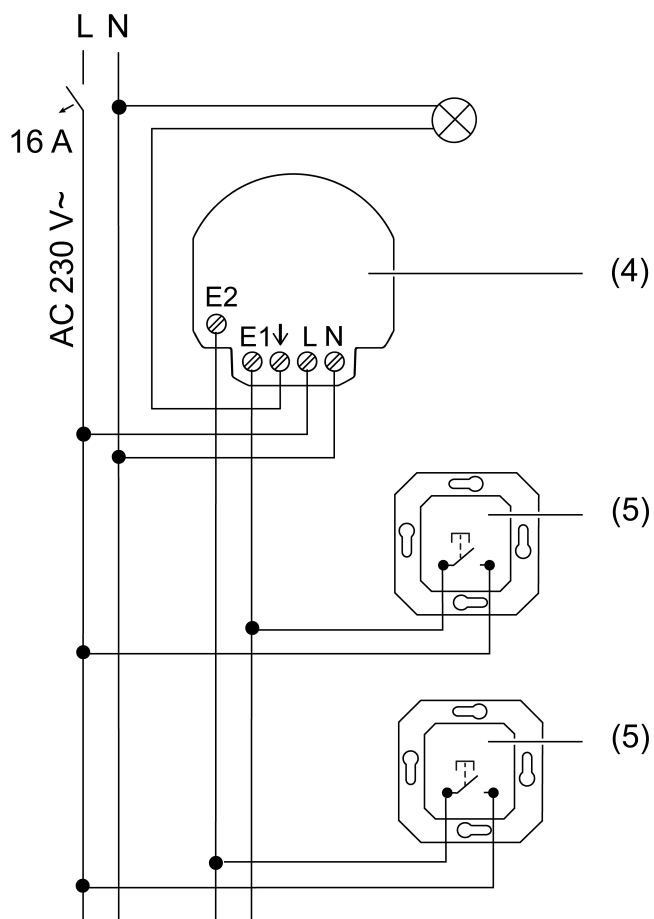
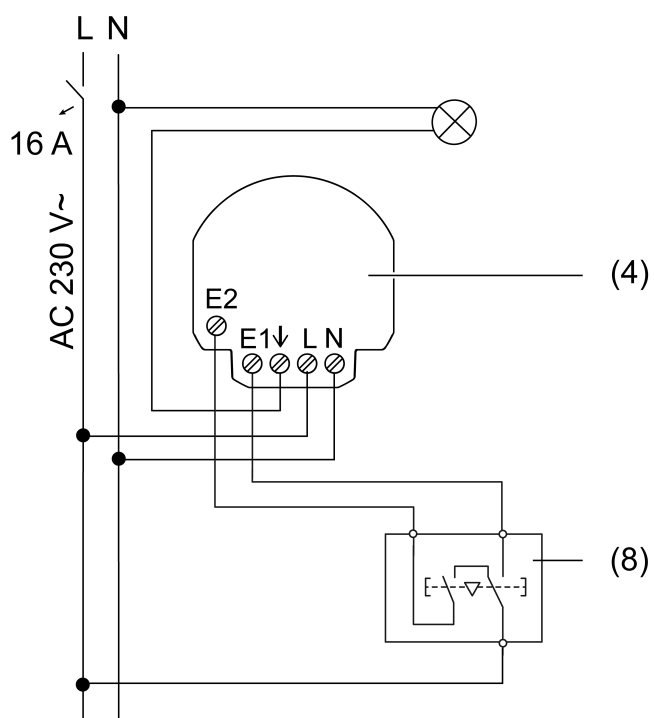
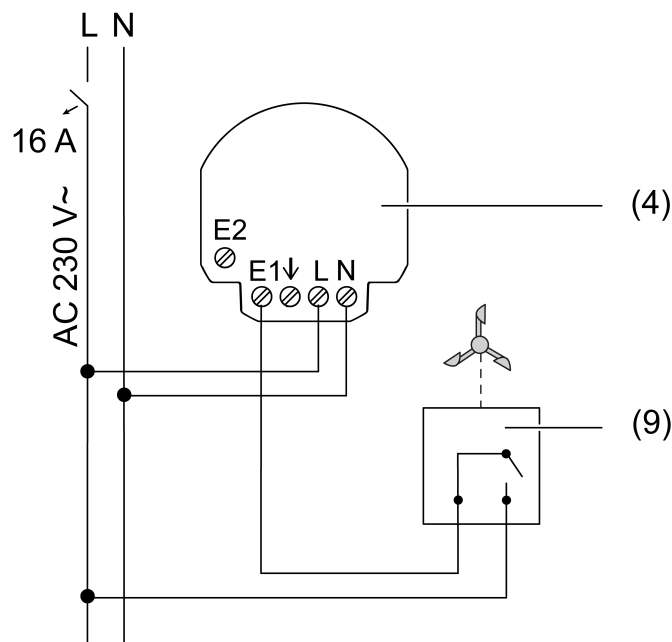
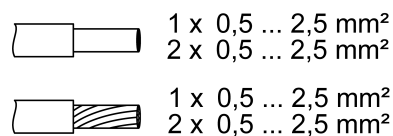

Bild 2: Anschlussbeispiel mit 2 Tastern (5)
Bild 5: Anschlussbeispiel mit Jalousietaster (8)
Bild 6: Anschlussbeispiel mit Schnittstelle Windsensor (9)
Bild 7: Klemmbarer Leiterquerschnitt
- Schaltaktor (4) laut Anschlussbeispielen anschließen (siehe Bild 2) bis (siehe Bild 6). Dabei die klemmbaren Leiterquerschnitte beachten (siehe Bild 7).
- Taster (5) (siehe Bild 2) oder Jalousietaster (8) (siehe Bild 5) an Schaltaktor (4) laut Anschlussbeispielen anschließen.
- i** Durch kurze Betätigung der Taste **Prog** (1) kann die Last testweise geschaltet werden.